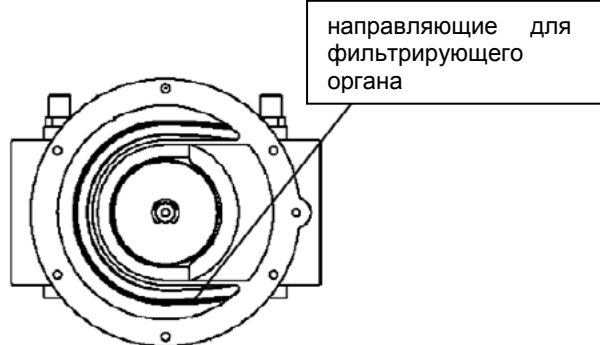

Рис. 12
Чтобы проверить состояние фильтрующего органа (1) на резьбовых корпусах ( см Рис. 12):
- снять нижнюю крышку, открутив крепежные винты (2);
- отсоединить фильтрующий орган (1), почистить его с водой и мылом, продуть его сжатым воздухом и заменить, если необходимо;